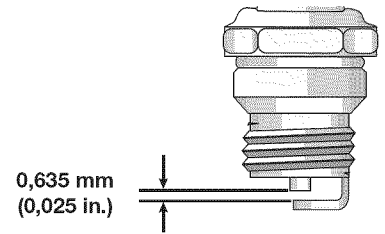

Fig. 18
3. Cambie las bujías que estén rajadas, sucias o deterioradas. Fije la separación de aire a 0,635 mm (0,025 pulgadas) utilizando un calibrador (Fig. 18).